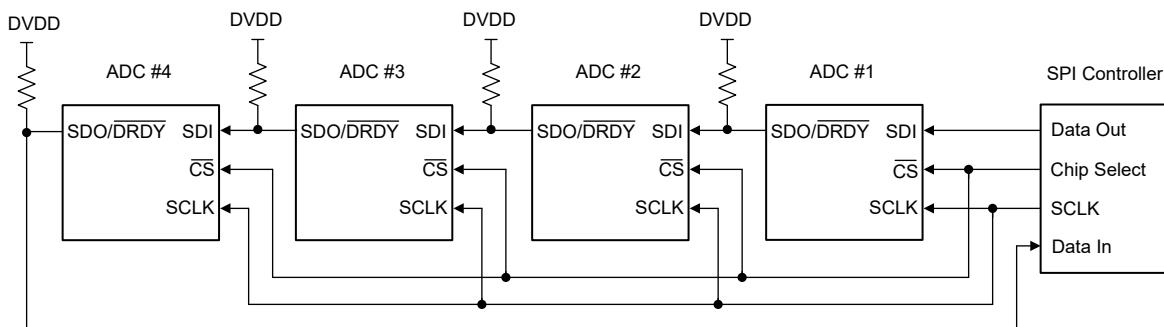

図 7-29. デイジーチェーン接続
デイジーチェーン構成で接続された 4 台のデバイスを、図 7-29 に示します。ADS1x2S14 (1) の SDI はホストの SPI データ出力に接続され、ADS1x2S14 (4) の SDO/DRDY はホストの SPI データ入力に接続されます。シフト動作は、チェーン内のすべてのデバイスで同時に実行されます。各 ADC が変換データをシフトアウトすると、SDI のデータが SDO/DRDY に出現し、チェーン内の次のデバイスの SDI を駆動します。シフト動作は、チェーン内の最後のデバイスに到達するまで続けられます。CS が High になると、SPI フレームは終了します。この時点で、各デバイスにシフトインされたデータが解釈されます。デイジーチェーン動作の場合、SDO/DRDY ピンをデータ出力専用モード (SDO\_MODE = 0b) にプログラムし、連続読み取りモードをディスエーブルにします (CONT\_READ\_EN = 0b)。
図 7-29 のデイジーチェーンにおけるレジスタの書き込み動作の詳細な入力データシーケンスを、図 7-31 に示します。各 ADC について 48 ビットフレームが示されています (ステータスヘッダと CRC を有効にした場合の 24 ビットデータ)。コマンド動作は、ADC ごとに異なる場合があります。レジスタの読み取り動作では、レジスタのデータを読み取るために 2 番目のフレーム動作が必要です。
図 7-29 に記載されているデバイス接続から変換データを読み取るためデータのシーケンスを 図 7-32 に示します。この例は、CRC を有効にした場合の 32 ビット出力フレーム (24 ビットデータ) を示しています。ADC (4) の変換データが最初にシフトアウトされ、その後に ADC (3) のデータが続き、同様に順次出力されます。データをシフトアウトするために必要な SCLK の総数は、フレームあたりのビット数 × チェーン内のデバイス数で決まります。この例では、出力フレームが 32 ビット × 4 つのデバイスで、合計クロック数は 128 です。